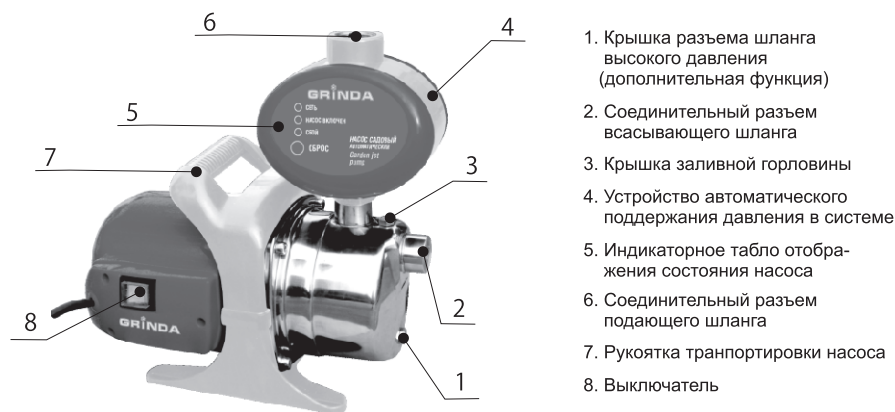

Рисунок 1
4.1 Общий вид насоса садового автоматического представлен на рис. 1.
Установите насос на твердую, ровную, горизонтальную поверхность. Открутив крышку заливной горловины 3 (рис. 1), заполните корпус насоса водой. При заполнении также всасывающего канала водой, эффективность процесса всасывания резко повышается.